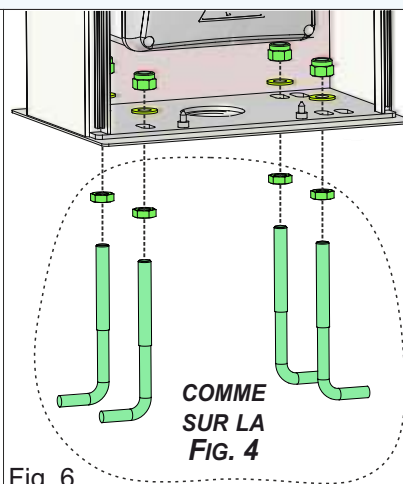
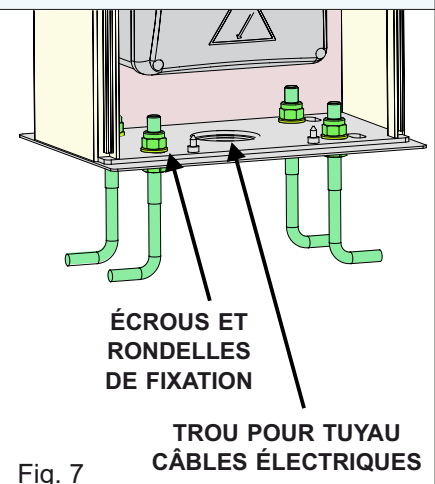

Fig. 6
Fig. 7
**3.3.** Fixer le boîtier de la barrière à la plaque de fondation à l'aide des écrous et des rondelles fournis - Fig. 6 et Fig. 7